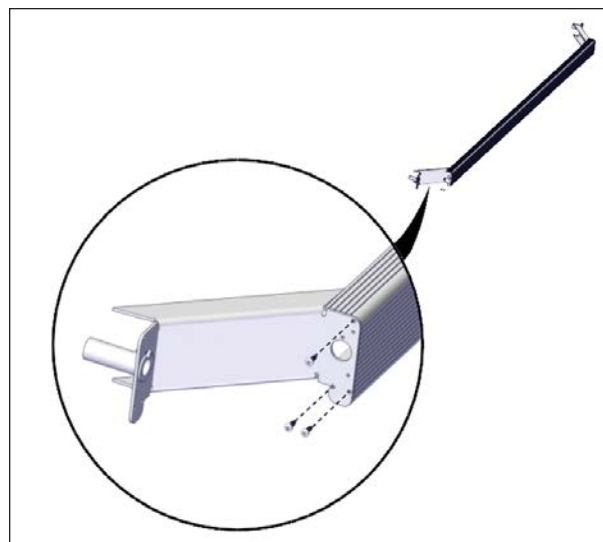
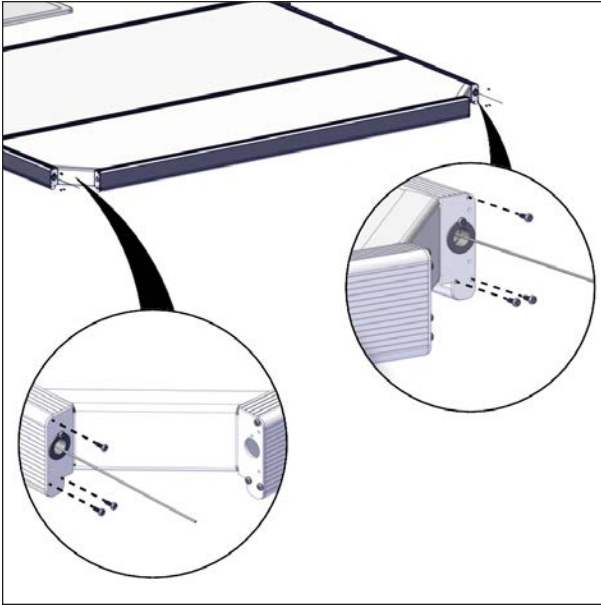
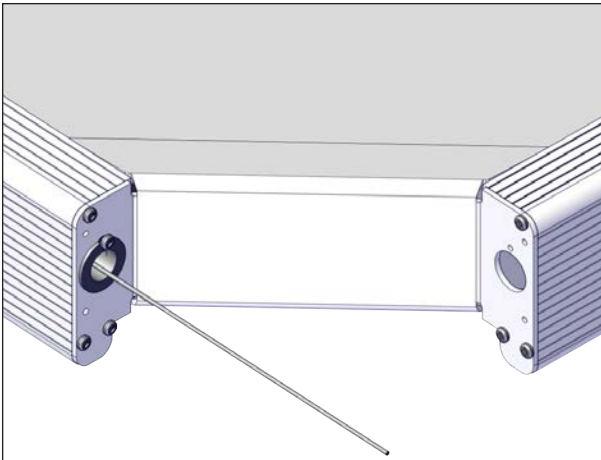

FIGURE 45: INSTALLATION DES SUPPORTS DE COIN
FIGURE 46: INSTALLATION DES PROFILÉS EN C DE BOUT
FIGURE 47: INSTALLATION DU CÂBLE
2. Installer un support de coin droit et un gauche sur chaque profilé en C de bout avec les vis autotaraudeuses n° 8 x 1/2 po, voir Figure 45.
Les Figure 45 et Figure 46 montrent l'orientation correcte des supports droit et gauche.
3. Installer les assemblages de l'étape précédente sur les panneaux de bout (Figure 45). Insérer dans les panneaux comme montré à la Figure 46. S'assurer que le câble passe à travers les douilles de guidage hexagonales (Figure 47).
4. Utiliser un tournevis à pointe carré n° 2 pour fixer le support de coin au profilé en C court avec les vis n° 8 x 1/2 po, voir Figure 46.